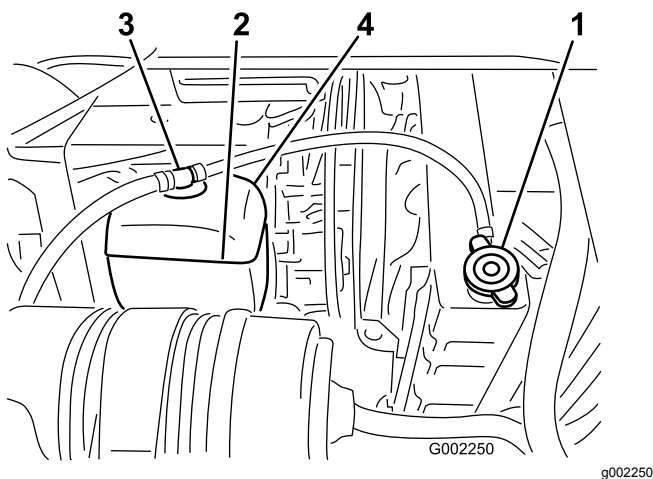

Рисунок 55
2. Когда двигатель остынет, снимите крышку радиатора (Рисунок 55).